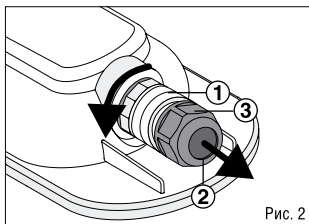
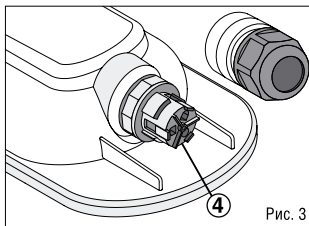

Рис. 2
Рис. 3
- Для подключения светильника к сети необходимо открутить колпачок коннектора ① (Рис. 2), ввести сетевые провода в уплотняемое отверстие ② в гайке ③ и подключить к клеммной колодке ④ в коннекторе в соответствии с указанной маркировкой: 1 – клемма L, 2 – клемма N (Рис. 3). Проверить надежность электрических соединений. После подключения плотно закрутить колпачок и гайку коннектора, в уплотняемое отверстие свободного коннектора установить заглушку (в комплекте) для обеспечения защиты IP65. Степень защиты IP65 обеспечивается только при использовании кабеля внешним диаметром от 6 до 10 мм.